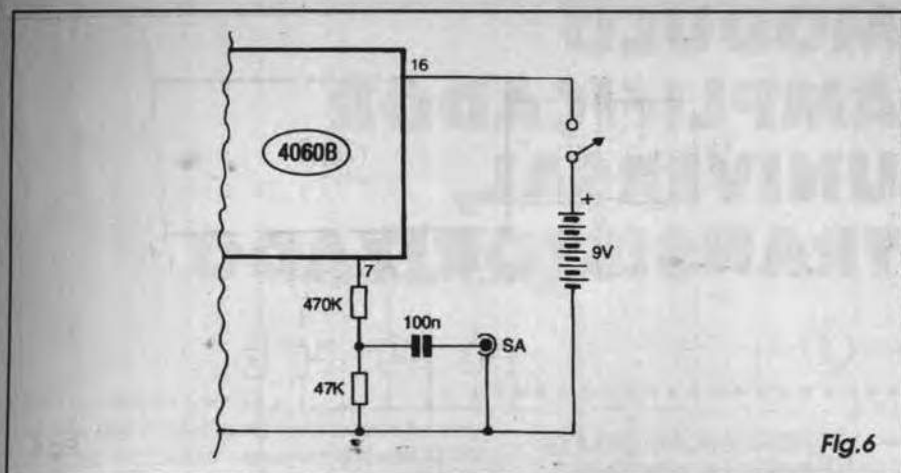

Fig. 6
- FIG. 6 - PUXANDO O SINAL PARA AMPLIFICAÇÃO PESADA... - Eliminando-se o transdutor piezo original, e introduzindo-se, entre o pino 7 do 4060 e a linha de *terra* (*negativo* da alimentação...) a pequena rede RC indicada, formada por resistores de 470K e 47K, mais capacitor de 100n, o sinal presente em SA (Saída para Amplificação) poderá ser confortavelmente inserido numa *Entrada Auxiliar* de qualquer bom amplificador (mesmo em vários dos módulos de potência cujos projetos APE já mostrou no passado...), com o que o *berreiro* será realmente *bravo*...! Notar que o nível final do sinal é *inversamente proporcional* ao valor do resistor original de 470K da rede de *casamento*... Assim, quem precisar de *mais* nível, pode proporcionalmente *abaixar* o valor sugerido para o dito resistor, e quem pretender *reduzir* o nível, poderá *elegar* o valor do tal resistor... Num exemplo prático, com um bom módulo de potência (20W para cima...) *alimentável* diretamente por 12 VCC, o conjunto poderá formar excelente sirene ou buzina super-diferente para veículo! No caso, o módulo do MAVIB será também energizado pelos 12 VCC disponíveis, devendo apenas os LEDs serem desconsiderados (deixa-se o pino 2 do 4060 *no ar*, sem problemas, por tratar-se de uma *saída*...). Eventualmente o interruptor geral poderá ser substituído por um *push-button* (interruptor de pressão) tipo Normalmente Aberto, para maior conforto no acionamento em tal função... ■